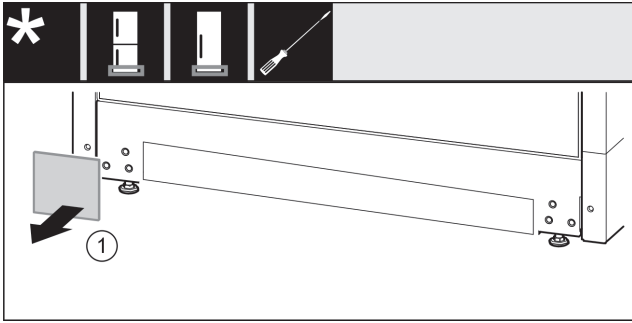

Fig. 35
- ▶ Irrota suojus. *Fig. 35 (1)*